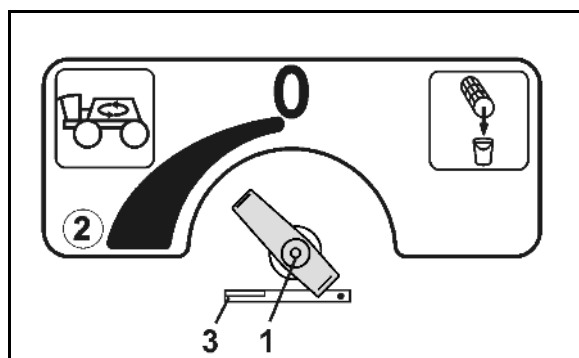

Bild 75
- Extraomröraren ska ställas in på inställningskranen (Bild 75/1).
Extraomröraren är avstängd när inställningskranen står på 0. Störst omrörningseffekt har man i läge (Bild 75/2).
Säkring av tryckfiltrets tömningsfunktion (Bild 75/3).